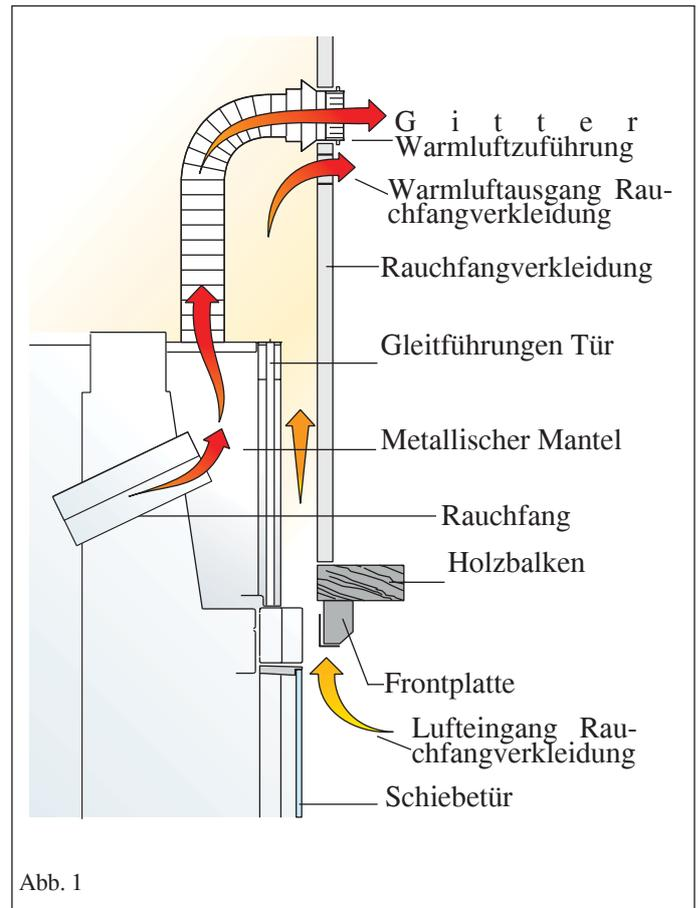

Abb. 1
Verkleidungen, Rauchfangverkleidungen und ihre Belüftung (Abb. 1)
- **Position „Zündung“/Heizleistung max. (Abb. 1):**